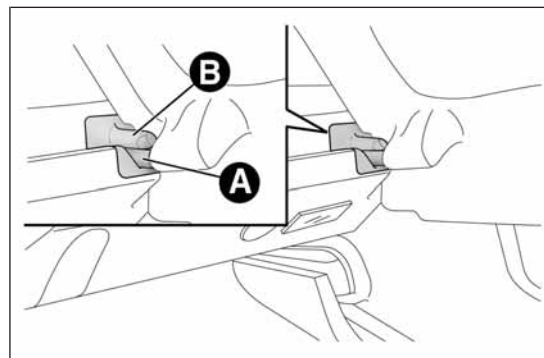

fig. 65
- ☐ liberar los pernos A fig. 65 situados en el exterior de la repisa de sus alojamientos B en los soportes laterales y luego sacar la bandeja hacia fuera;